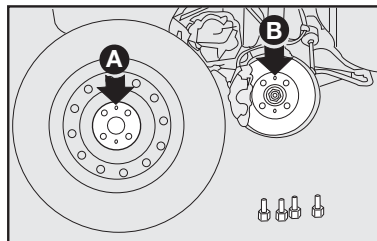

fig. 7
7) Montar a roda sobressalente, encaixando os furos **A-fig. 7** com os respectivos pinos **B**;